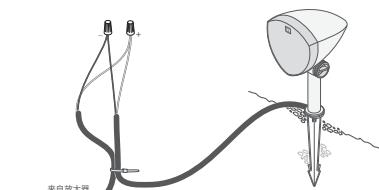

图 6
- 从离放大器最远的扬声器开始,根据下表剥去相应放大器通道的地埋线切割端 3/4 英寸(约1.9厘米)的绝缘层,然后剥去相应扬声器尾纤末端的绝缘层(见图 6)。
- 用扎带将直埋电缆连接到扬声器尾纤(见图 6)。